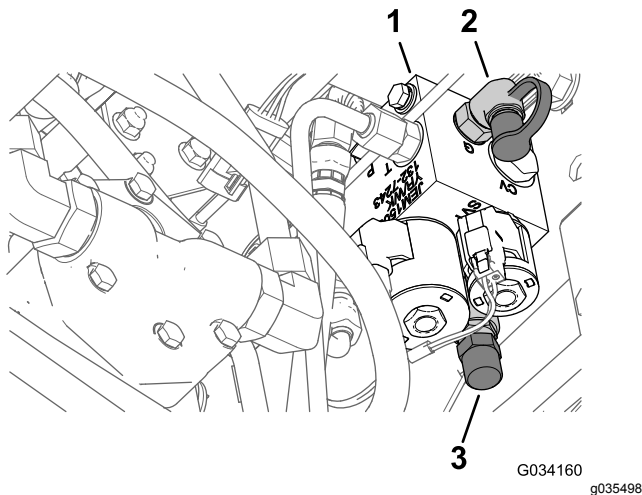

Bild 14
3. Schließen Sie ein Druckmanometer an den Testanschluss hinten am Hubverteiler an (**Bild 14**).
4. Nehmen Sie die Kappe vorne am Hubverteiler von der Gewichtsverlagerungsspule ab (**Bild 14**).
5. Lösen Sie die Klemmmutter unterhalb der Gewichtsverlagerungsspule (**Bild 14**).